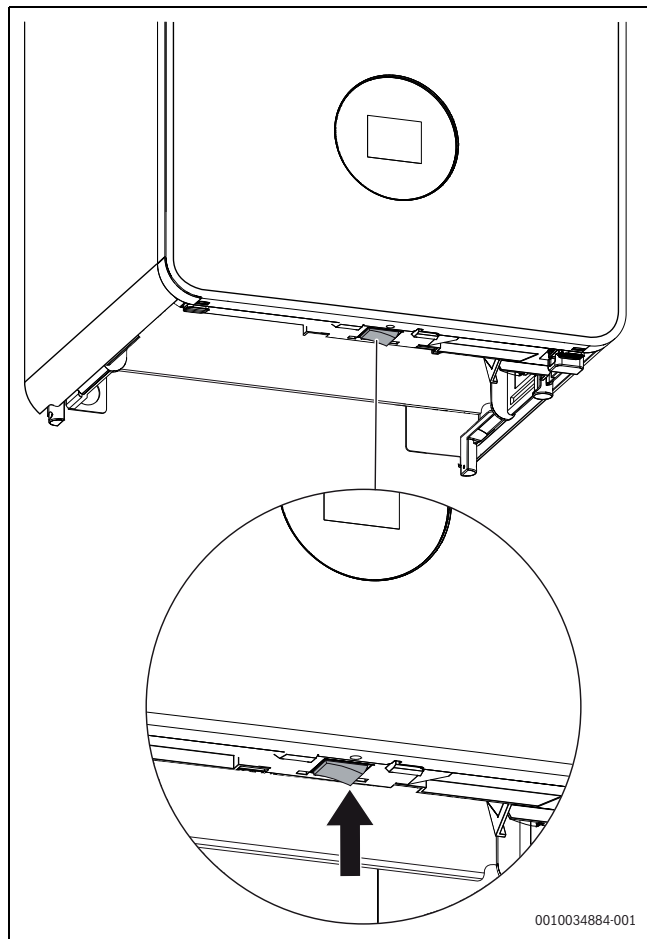

Fig. 1 Interrupteur Marche / Arrêt
- ▶ Arrêter l'appareil avec l'interrupteur Marche / Arrêt (→ fig. 1, page 6).